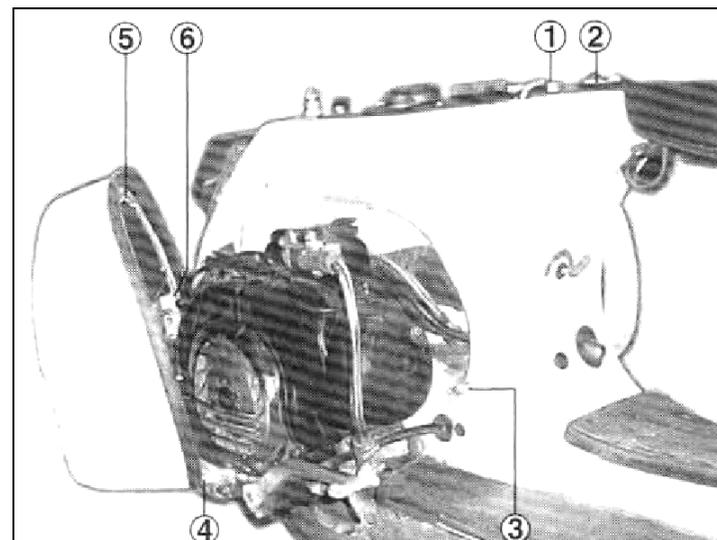

Fig. 25
**LUFTREINIGER:** „A“ (Abb. 26) Nehmen Sie die Haube (Abb. 25) und ihre Abdeckung ab. Lösen Sie die beiden Schrauben „B“ und ziehen Sie diese heraus.
Die Motorabdeckhaube (Abb. 25) abnehmen, das Zündkerzenkabel lösen, die Zylinderhaube entfernen (dabei „A“ - „B“ - „C“ Abb. 31 festhalten) und die 4 Muttern mit einem Engländer-Schlüssel lösen.